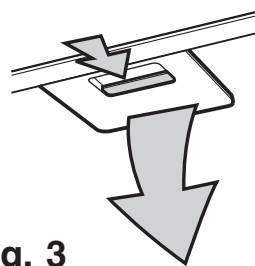

Fig. 3
- Em primeiro lugar empurre o filtro metálico para a parte traseira do aparelho e, em seguida, extraia-o por baixo. **Fig. 3.**